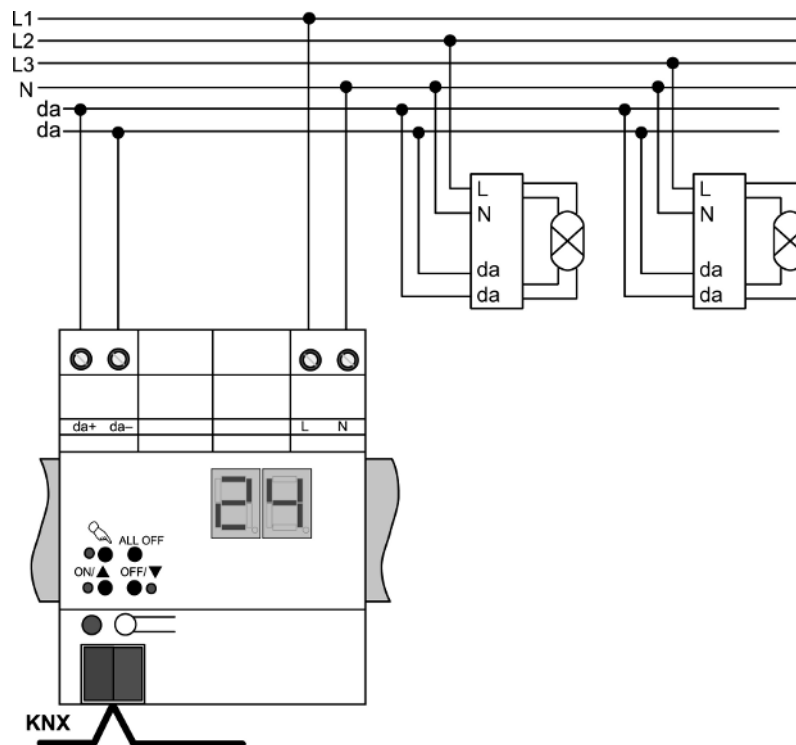

Bild 2
- Anslut enheten enligt anslutningsexemplet (se bild 2).